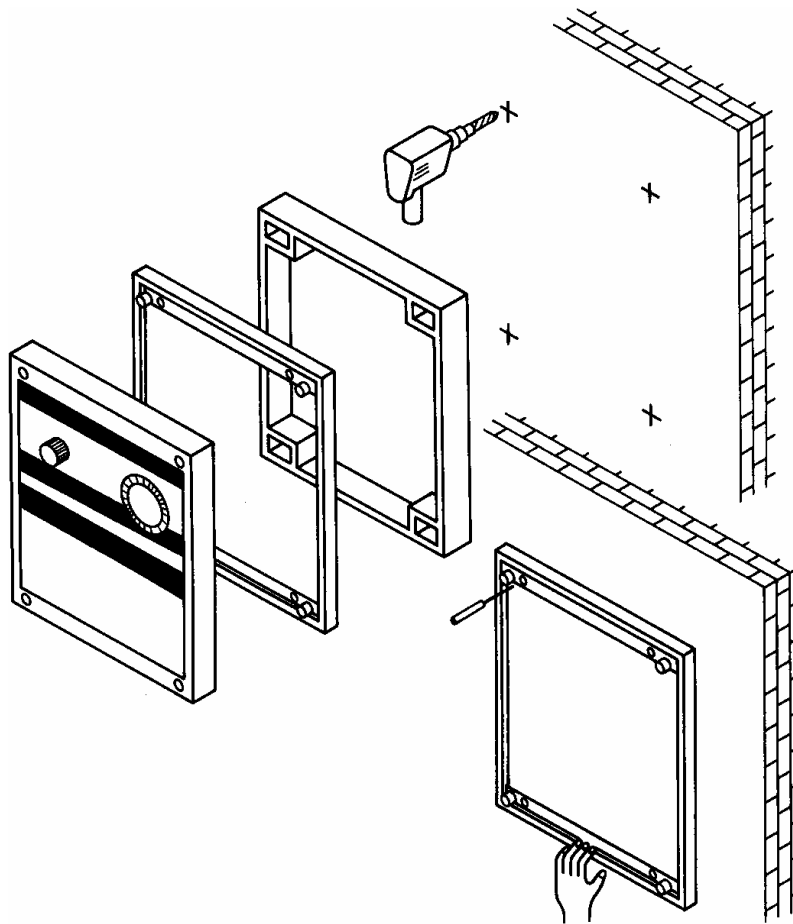

Рис. 2
- **Настенный монтаж** (рис. 2):